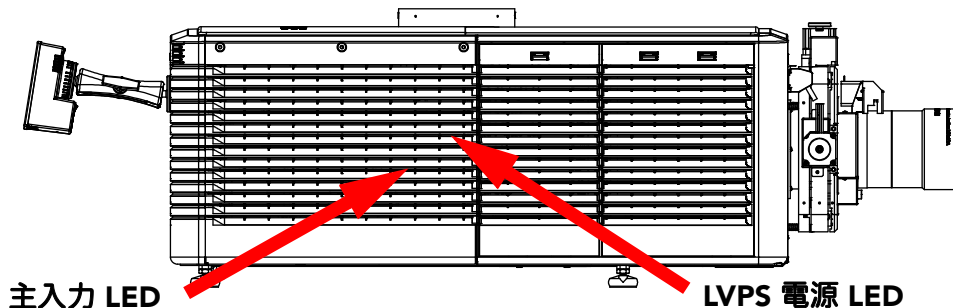

図 5-2 電源ステータス LED を確認
3. 後部グリル、右側グリルからのぞいて電源を検証します。上部右側の1 個の LED が点灯していなければなりません。これは LVPS に電源が来ていることを示します。下部左側のもう1 個の LED は主入力を示します。(図 5-2)